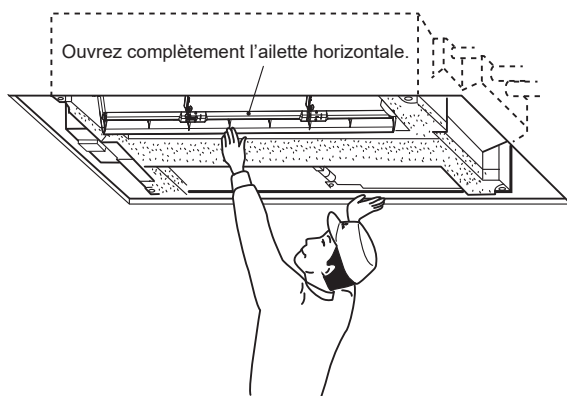

Fig. 8-5
4. Ouvrez complètement l'aillette horizontale de l'appareil intérieur. (Fig. 8-5)